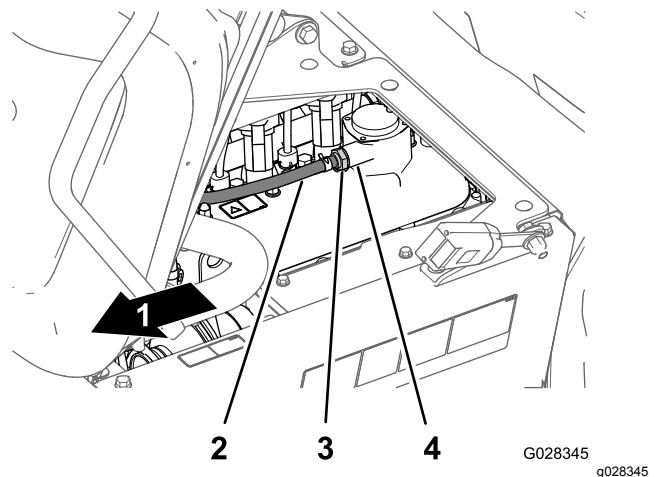

Figure 60
2. Déposez le clapet RGC du raccord sur le couvre-culasse (Figure 60).
Remarque: Si vous entendez le restricteur interne du clapet RGC cliqueter, le clapet est réparable; si vous ne l'entendez pas, remplacez le clapet (Figure 60).
4. Insérez le clapet RGC jusqu'à ce qu'il soit complètement engagé dans le joint du raccord du couvre-culasse (Figure 60).